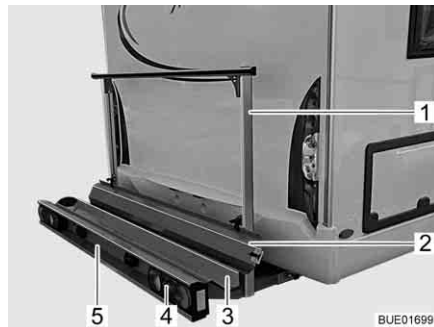
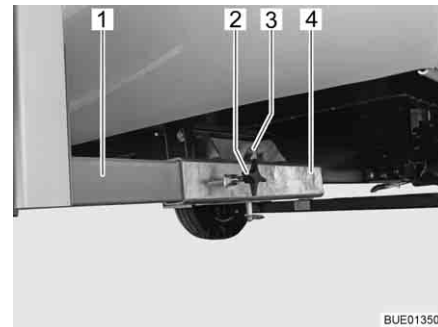

Bild 7 Lasthållare
Bild 8 Fäste på fordonet
Lasthållaren (Bild 7) är avsedd för en motorcykel eller en moped med en vikt på upp till 130 kg.
- Bärplatta (Bild 7,3) och hållbygel (Bild 7,1) med fäste på fordonet (Bild 8)
- Bakljus (Bild 7,4)
- Nummerplåtsbelysning (Bild 7,5)
- Uppkörningssskena (Bild 7,2)
Lasthållarens två längsgående balkar (Bild 8,1) fixeras med vingskruvar (Bild 8,2) i fyrkantfästena (Bild 8,4) i fordonsgolvet. Lasthållaren säkras med en sprint (Bild 8,3) med låsring.